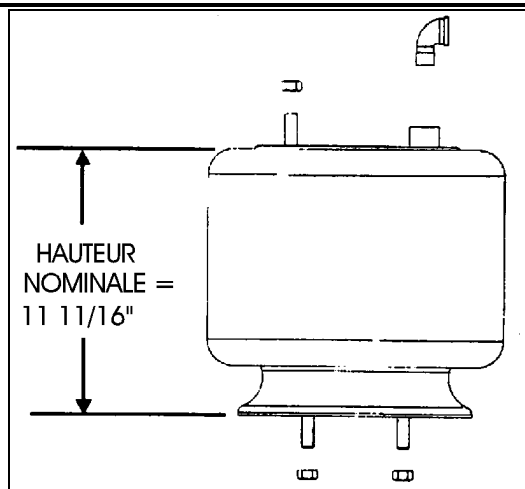

FIGURE 7
1. Gonfler les ressorts pneumatiques de la suspension à la hauteur nominale (Fig.7).
6. Ajuster le pincement lorsque la suspension est à la hauteur nominale. La distance entre les deux assiettes des ressorts pneumatiques doit être de 11 11/16 pouces (Fig. 7).